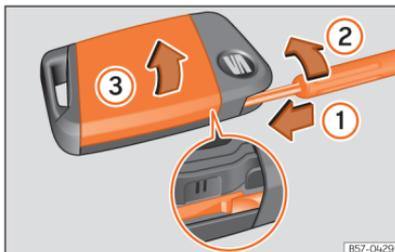

Fig. 49 Chave do veículo: abertura da tampa do compartimento da pilha.
- Introduza uma chave de fendas de folha plana na chave do veículo, pelo guia exterior da chave de emergência, aprox. 1 cm no sentido da seta »»» Fig. 49 ①.
- Rode a chave de fendas no sentido dos ponteiros do relógio até que a tampa se abra »»» Fig. 49 ②.
- Desloque a tampa no sentido da seta »»» Fig. 49 ③ e retire-a »»» ①.